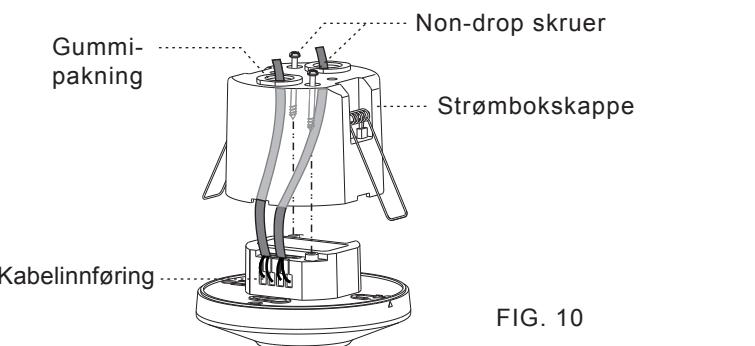

FIG. 10
- 3.4.2.2 Bruk en skrutrekker for å bryte gjummapakningen på strømbokskappen, og træ deretter kablene gjennom den. (Se FIG. 10).